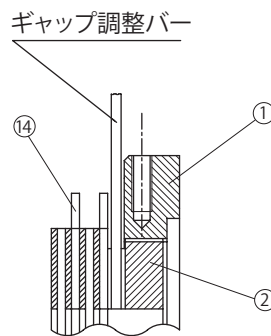

図 8-20
フィールド④側から見て左に回すとギャップが狭くなります。(図 8-20 参照)
- (4) アウターディスク⑭とセンターリング①の間には、取付ボルト③と固定ボルト①が交互に6本ずつ通っているため、ギャップ調整バーを回していくとそれらのボルトに当たります。ギャップ調整ネジ②には8等配の溝があり、ギャップ調整バーがボルトに当たるごとに(3)を繰り返して、ギャップ G を規定値に調整します。
- (5) ストッパー⑬を、規定ギャップに最も近い溝とネジ穴の点を選び取り付けてください。
- (6) ブレーキの手動解放を元の状態に復帰させた後、電源を入・切してブレーキ動作を確認してください。
- (7) ファン⑦、カバー⑧を取り付けます。この時ファンセットボルト⑩には、スリーボンド TB2365 を塗布してください。